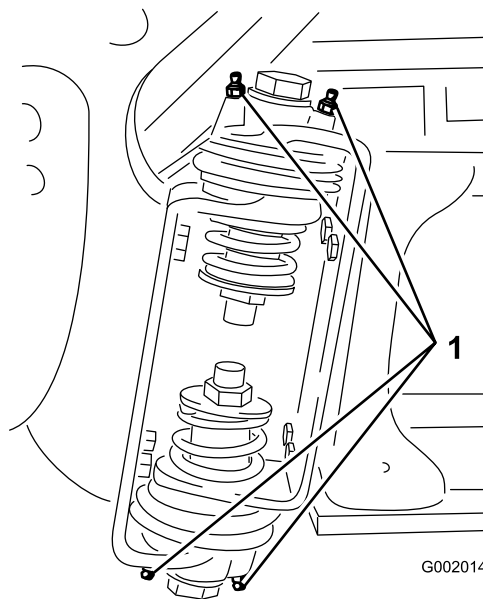

Figure 69
2. Injectez la graisse dans le roulement ou la bague au niveau de chaque graisseur (Figure 69).